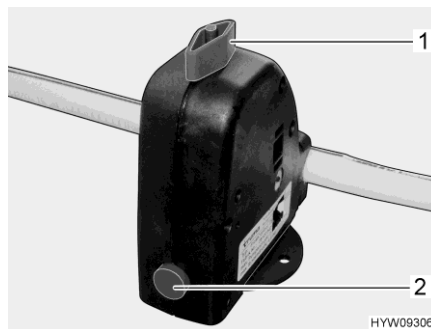

Bild 107 Sicherheits-/Ablassventil (Boiler)
Der Boiler ist mit einem Sicherheits-/Ablassventil (Bild 107) ausgestattet. Das Sicherheits-/Ablassventil verhindert, dass das Wasser im Boiler einfriert, wenn bei Frost die Heizung nicht eingeschaltet ist.
- Sicherheits-/Ablassventil schließen. Dazu den Drehknopf (Bild 107,1) quer zum Sicherheits-/Ablassventil drehen und den Druckknopf (Bild 107,2) hineindrücken.
- Sicherheits-/Ablassventil öffnen. Dazu den Drehknopf (Bild 107,1) längs zum Sicherheits-/Ablassventil drehen. Der Druckknopf (Bild 107,2) springt heraus. Der Boiler wird über das Sicherheits-/Ablassventil nach außen entleert.